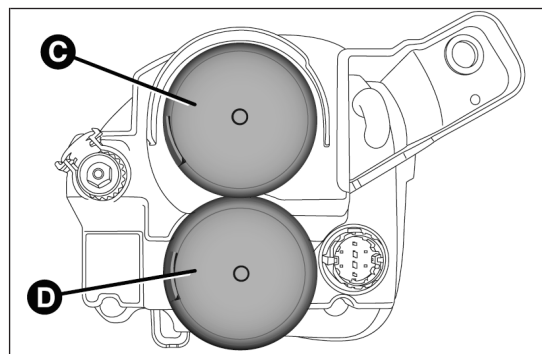

fig. 174
La disposition des ampoules est la suivante fig. 174 :
- retirer le couvercle C fig. 174 ;
- pour finir, remonter le couvercle C fig. 174.
- retirer le couvercle D fig. 174 ;
- pour finir, remonter le couvercle D fig. 174.